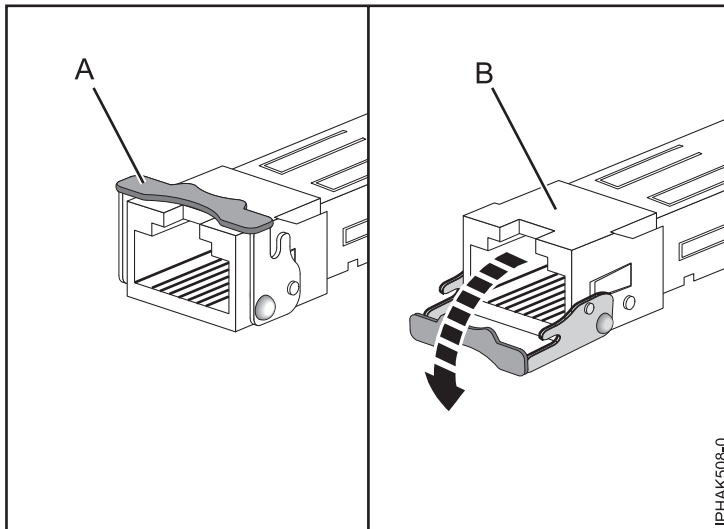

Figure 77. Retrait d'émetteurs-récepteurs SFP de cartes
- b. Ouvrez le loquet (**A**) en le faisant pivoter vers le bas et en l'écartant de la carte, comme illustré dans la figure 77, à la page 86.